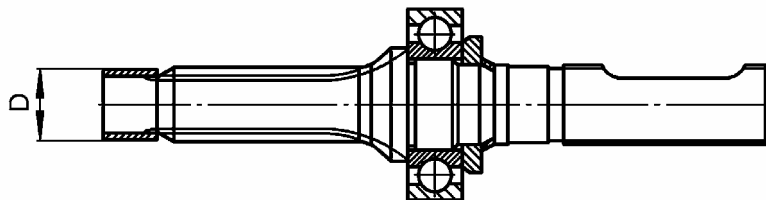

Рис.16.
4.2.10 Шестерня 2110-3401025 рулевого механизма, рис.16.